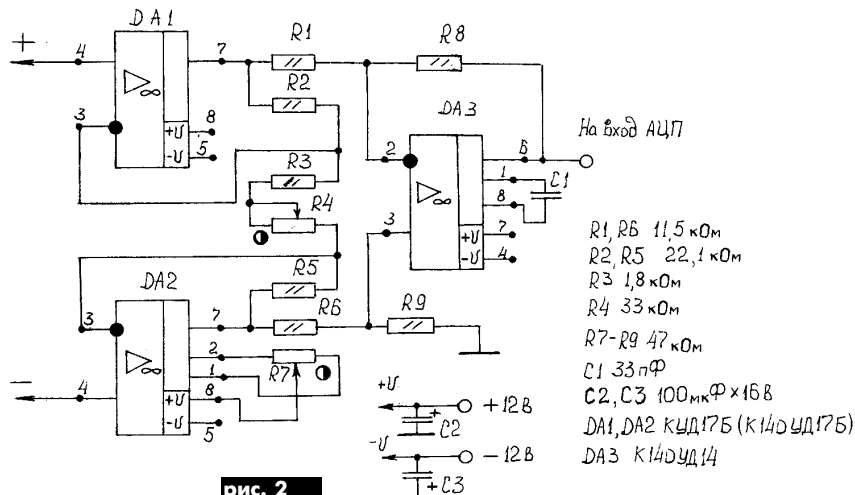
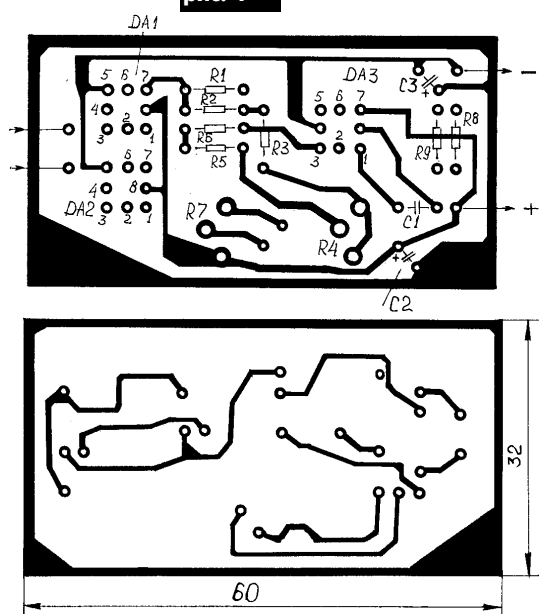

рис. 2
рис. 3
используется плата, которая уже была представлена ранее (см. Радиоаматор 1/2002, с.26), но теперь в ней применена ICL7107CPL, дополненная узлом измерительного усилителя, схема которого изображена на **рис.2**, а печатная плата - на **рис.3**.
**Детали.** Для применения в данном узле рекомендуются резисторы типа С2-10-0,125-0,25% или типа С2-29. В качестве подстроечных применены резисторы типа СП5-16ВА. В схеме на рис.2 подача напряжения питания имеет следующие особенности: для микросхем DA1 и DA2 плюс подается на выводы 8, минус - на выводы 5. Для DA3 плюсом является вывод 7, минусом - вывод 4.